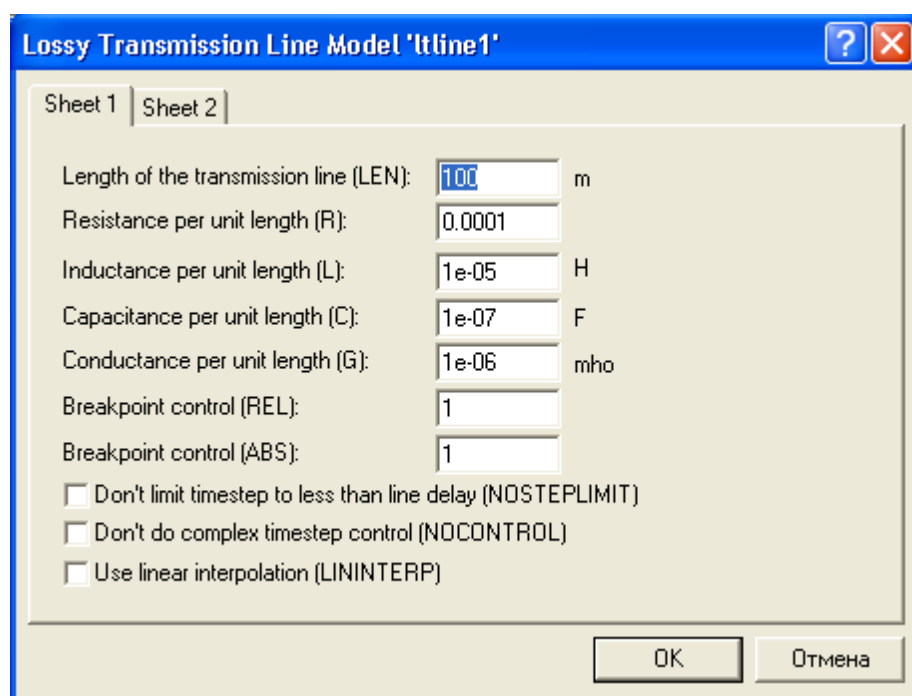

Рис. 3.2. Диалоговое окно для задания параметров линии с потерями
Значения параметров линии с потерями в EWB 5.12 задаются с помощью диалогового окна (рис. 3.2), которое вызывается в меню Circuit командой Create Subcircuit.
В окне на рис. 3.2 задаются значения параметров эквивалентной схемы: длина линии (LEN) в метрах, погонное сопротивление (R) в Ом/м, погонная индуктивность (L) в Гн/м, погонная емкость (C) в Ф/м и погонная проводимость (G) в См/м.